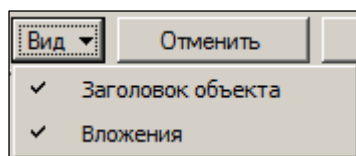

Рисунок 97 – Меню «Вид»
6. При нажатии кнопки **Вид**, которая размещена в зоне экрана с управляющими кнопками, открывается меню (Рисунок 97), содержащее пункты: